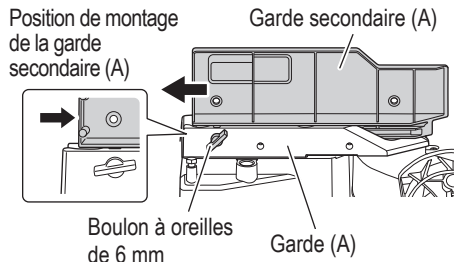

Fig. 19
Lors d'une coupe d'angle en biseau droit, desserrer la vis papillon de 6 mm, puis faites glisser la garde secondaire (A) vers l'extérieur et retirez-la, comme le montre la Fig. 19. Le non-respect de cette consigne pourrait entraîner le corps principal ou la lame de la scie d'entrer en contact avec la garde secondaire (A) et causer des dommages.
Dans le cas d'une coupe à angle direct et d'une coupe en biseau à gauche, faire glisser vers l'intérieur jusqu'à la position où la garde secondaire (A) touche et la fixer avec une vis papillon de 6 mm. (Comme illustré sur la Fig. 19)